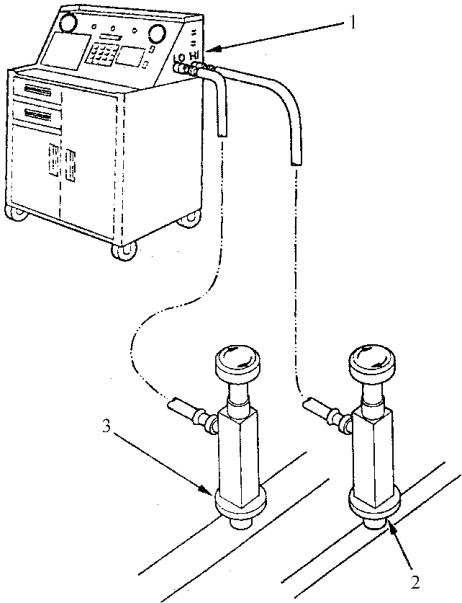

图 10-8 制冷剂回收/再循环/补充系统的连接
2) 如图 10-8 所示, 将 R-134 制冷剂回收/再循环/补充系统连接到汽车上。